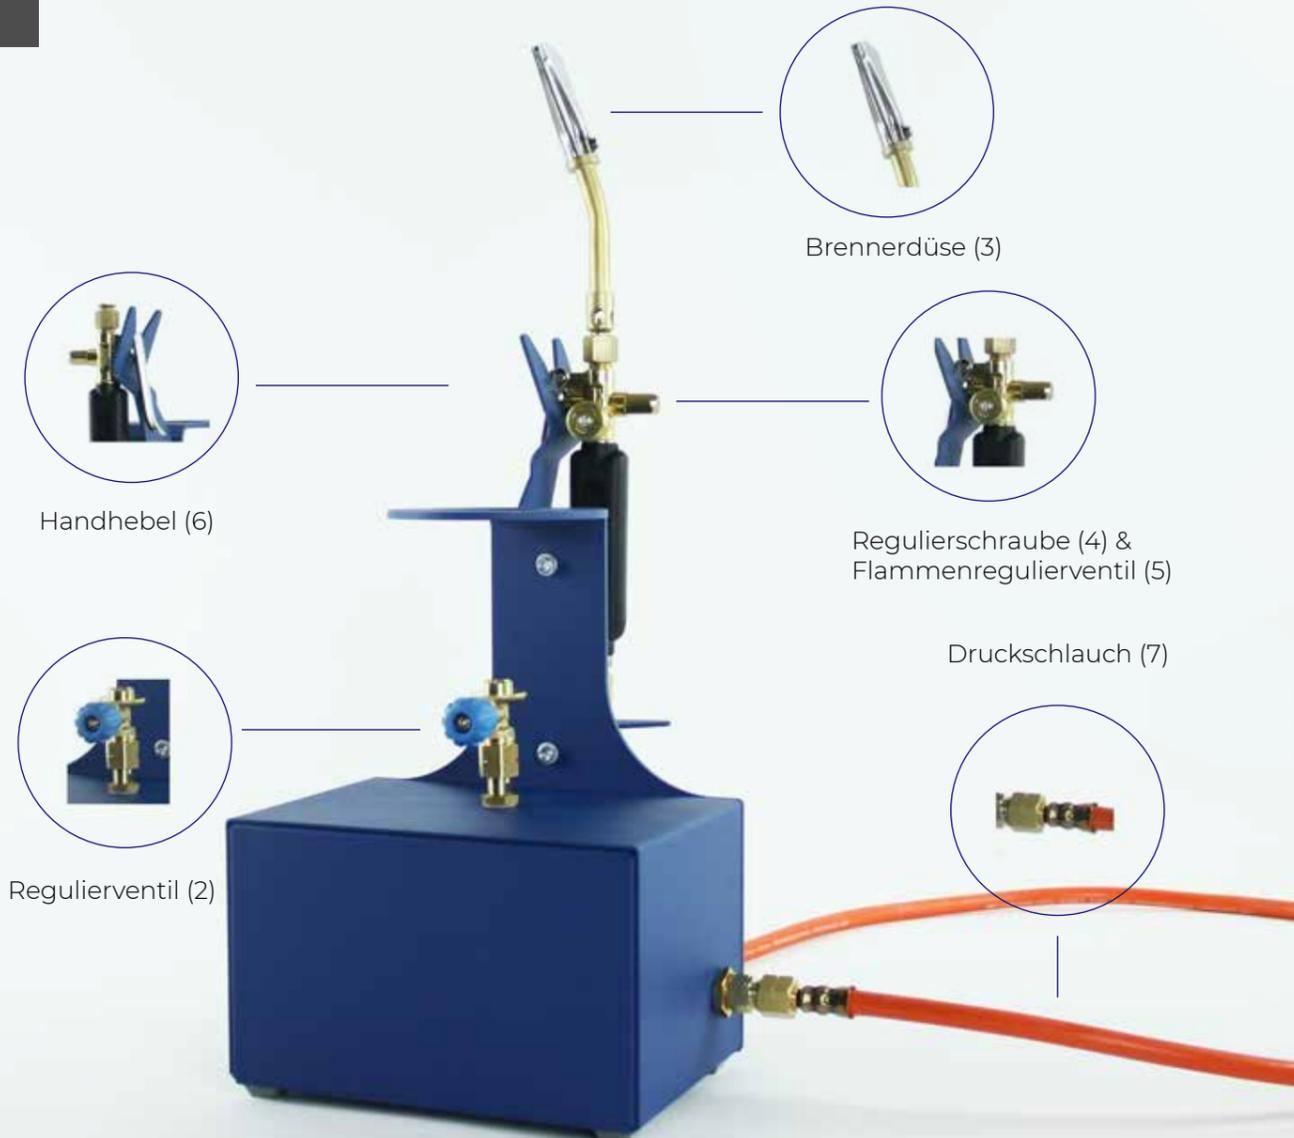

Bild 3: Vorbehandlungsgerät SurAChem® VG 03
Das Standgerät sollte auf einem sicheren Arbeitstisch (Labortisch, Werkbank, etc.) bzw. Fußboden aufgestellt werden. Für kontinuierlichen Betrieb wird eine Absaugvorrichtung für die entstehenden Verbrennungsgase stark empfohlen. Den Propandruckschlauch, Bild 3 (7), mit Hilfe eines 19 und 17 mm Maulschlüssels am Grundgerät sowie am Handbrenner festschrauben (Linksgewinde). Für Transportzwecke oder zum Wechseln kann der am Grundgerät angeschraubte Druckschlauch vom Grundgerät entfernt werden. Vor der erneuten Inbetriebnahme ist der Druckschlauch durch Linksdrehung wieder fest anzuziehen. Ein Schlauch- oder Brennerwechsel darf nur dann erfolgen, wenn die Flamme gelöscht, der Brenner abgekühlt und das Grundgerät drucklos ist. Der mit dem Grundgerät über den Druckschlauch verbundene Handbrenner sollte bei Nichtbenutzung an den Brennerhalter gehängt werden. Die zum Lieferumfang gehörende 600 ml SurASil®-Kartusche wird nach kurzem Schütteln durch die Kartuschenführung und durch Drehen im Uhrzeigersinn in das Grundgerät eingeschraubt. Damit ist die Betriebsbereitschaft hergestellt.
Die Arbeiten mit dem Vorbehandlungsgerät SurAChem® VG 03 sind grundsätzlich bei Raumtemperatur im Temperaturbereich von +15 °C bis +35 °C durchzuführen. Zur Inbetriebnahme des Handbrenners sind zuerst das Regulierventil für die Gaszufuhr am Grundgerät, Bild 3 (2), in Drehrichtung „+“ und danach das Flammenregulierventil am Handbrenner, Bild 3 (5), Drehrichtung „+“, zu öffnen. Der Handbrenner kann nun nach dem Ziehen des Handhebels (Einstellung für den Betrieb), Bild 3 (6), mit einem Feuerzeug o.ä. entzündet werden. Nach dem Zünden der Flamme, die werkseitig für eine optimale Arbeitsweise eingestellt ist, wird der Brenner mit angezogenem
Durch Betätigung des Flammenregulierventils am Handbrenner, Bild 3 (5), in Richtung „+“ bzw. „-“ kann die Flammengröße in geringem Maße vergrößert bzw. verkleinert werden. An der Regulierschraube des Handbrenners, Bild 3 (4), kann mit Hilfe eines Schraubendrehers die Sparflamme durch Drehen im Uhrzeigersinn verkleinert
Das Regulierventil für die Gaszufuhr am Grundgerät, Bild 3 (2), wird in Drehrichtung „-“ geschlossen und nach dem vollständigen Ausbrennen der Flamme (ca. 1 min bei voller Flamme – Handhebel, Bild 3 (6), angezogen) wird das Flammenregulierventil am Handbrenner, Bild 3 (5), geschlossen. Bei längerer Arbeitsunterbrechung oder Arbeitsende sollte die Nachfüllkartusche SurASil® herausgeschraubt und der Gasdruck im Gerät auf diese Weise abgebaut werden. Das Gerät nur drucklos abstellen oder lagern. **Achtung!** Die Brennerdüse, Bild 3 (3), ist nach dem Betrieb heiß. Der Handbrenner sollte umgehend wieder an den Brennerhalter gehängt werden.